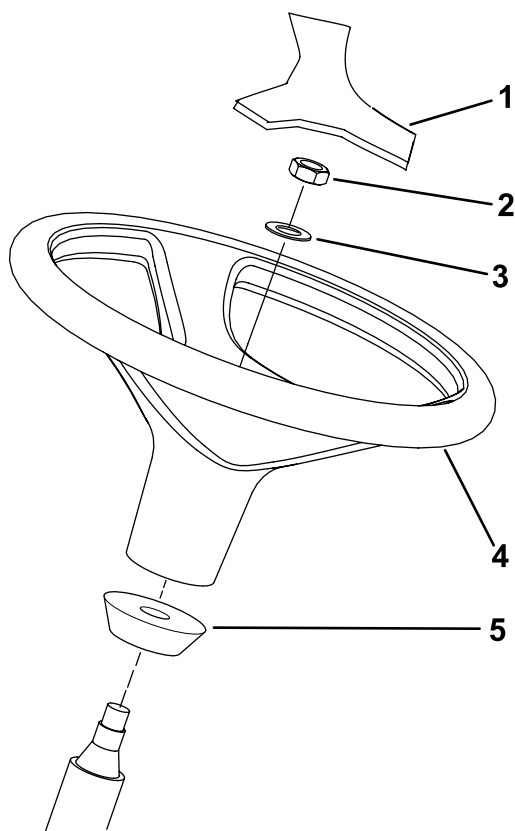

図 14
1. 出荷台からハンドルを外す。 図 14
注 ステアリングシャフトについているウレタン製のカラーは外さないでください 図 14。
- ハンドルとワッシャをステアリングシャフトにはめ込む (図 14)。
- ハンドルにカバーを取り付ける (図 14)。